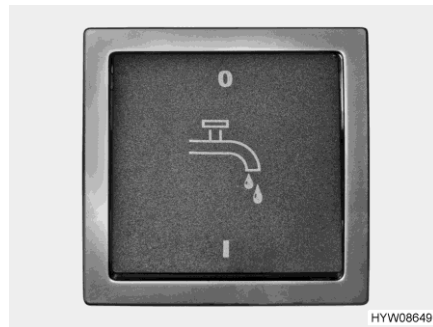

Bild 124 Schalter (Wasserpumpe)
- ▷ Bevor die Wasserarmaturen benutzt werden können, müssen die 12-V-Versorgung am Panel und die Wasserpumpe am Schalter (Bild 124) eingeschaltet sein. Die Wasserpumpe arbeitet sonst nicht.